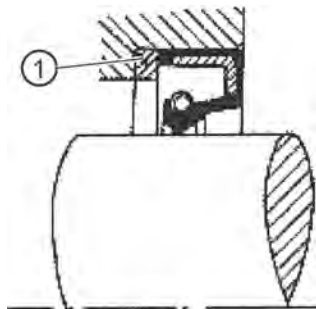

Figure 12 : Montage d'une bague d'écartement entre la base du perçage et la bague à lèvres avec ressort
- Monter une bague d'écartement entre la base du perçage et la bague à lèvres avec ressort (voir Figure 12).